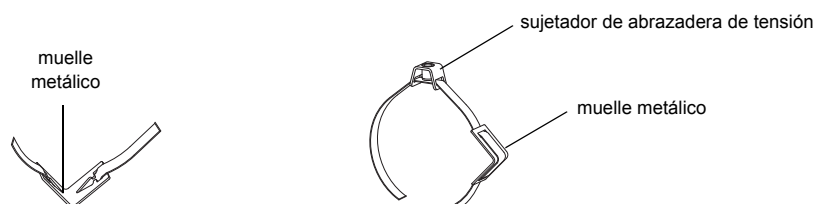

Fig. 9.40: Abrazadera de tensión con muelle metálico y sujetador de abrazadera de tensión
- Hacer pasar el extremo largo de la abrazadera de tensión a través del sujetador de abrazadera de tensión y el muelle metálico (véase Fig. 9.40). El muelle metálico no tendrá que montarse en los siguientes casos: